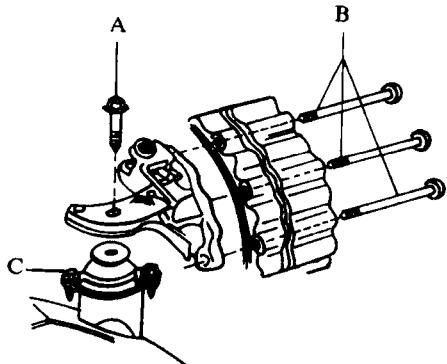

图 1-5
②总成左悬置 (图 1-5)。A = 60Nm, B = 35Nm。